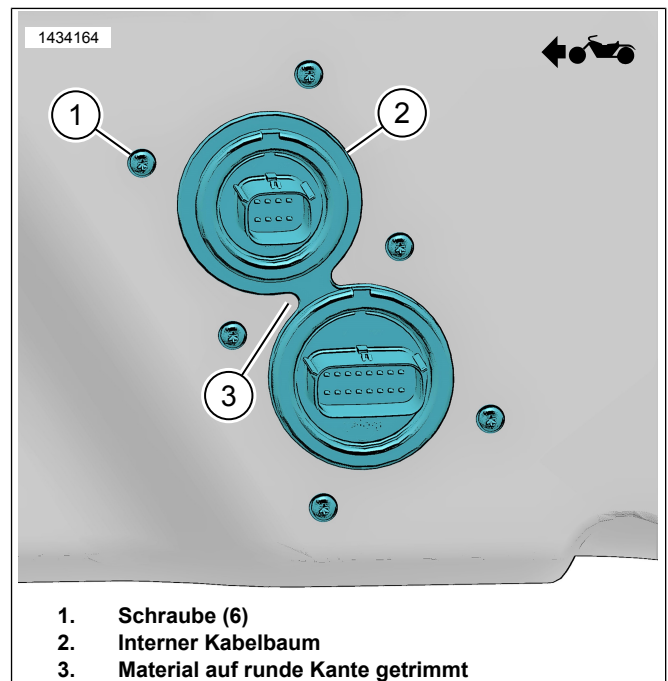

Abbildung 10. Innerer Kabelbaum
- d. Siehe Abbildung 10. Material beschneiden, um Kante (3) abzurunden.
11. Siehe Abbildung 10. Den internen Kabelbaum (2) einbauen.